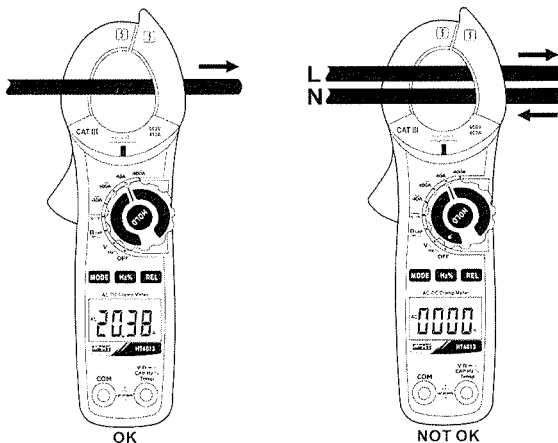

Abb. 9: Verwendung der Zange für Wechselstrommessung
4. Bei der DC Strommessung bedeutet das "-" Symbol im Display, dass die Stromzange gedreht werden muss (siehe Abb. 9)